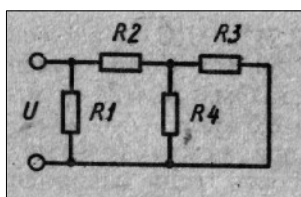

Рис. 3
4. Для электрической схемы рис. 3 заданы значения сопротивлений резисторов  $R_1 = R_2 = 25 \text{ Ом}$ ,  $R_3 = 15 \text{ Ом}$ ,  $R_4 = 75 \text{ Ом}$  и входное напряжение  $U = 105 \text{ В}$ . Определить токи в ветвях и потребляемую мощность.